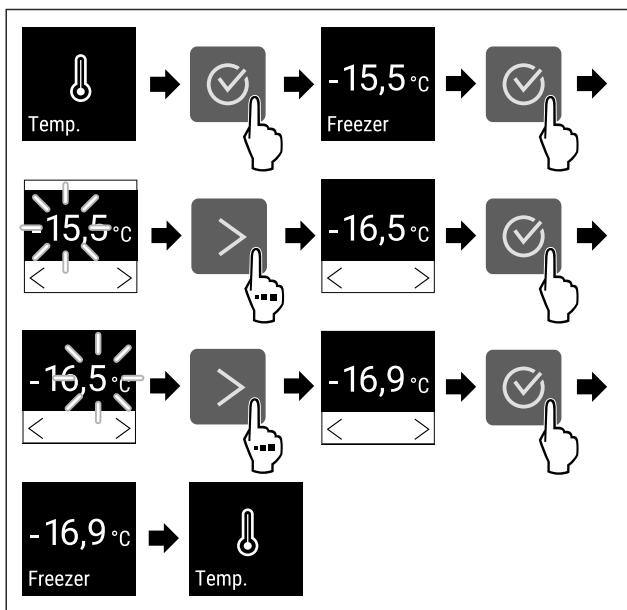

Fig. 66 Variazione di temperatura da -15,5°C a -16,9°C
- Eseguire i passi (vedere Fig. 66).